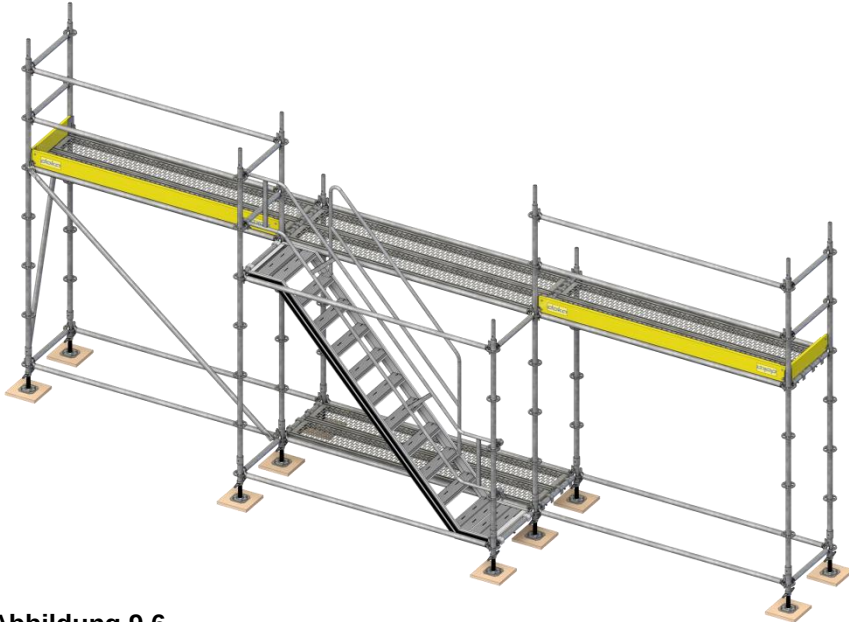

Abbildung 9.6
9.9 Von unten Stahlböden auf der ersten Ebene entsprechend Abbildung 9.6 auslegen.
Für die Montage der Treppe muss an der Gerüstaußenseite ein Zusatzfeld errichtet werden, siehe Abbildung 9.6.